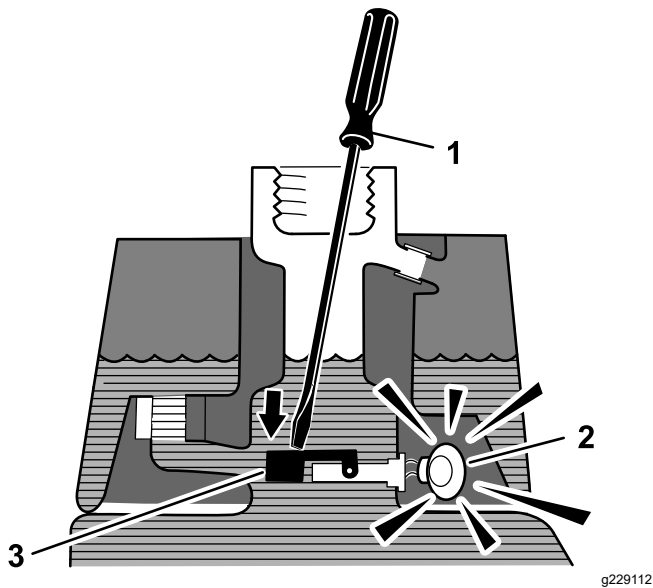

Figura 47
- Insira uma chave de fenda ou haste limpa no gargalo do tanque e empurre o interruptor de flutuação suavemente para baixo (Figura 47); o alarme deve soar após o atraso de 1 segundo.